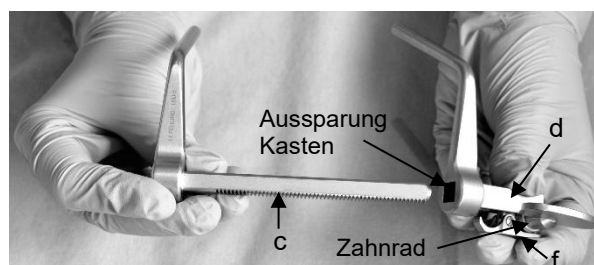

Abb. 16
1. Die Zahnstange (c) in die Aussparung des Kastens (d) einführen. Währenddessen die Sperre (f) durch Druck in Richtung der Zahnstange (c) lösen (Abb. 16).